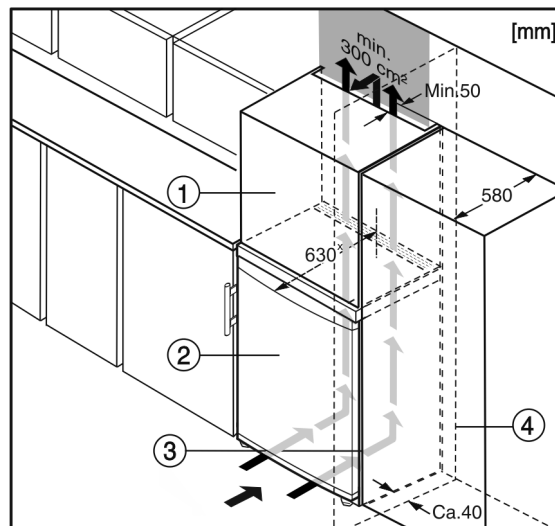

Fig. 6
- (1) Armario superior
- (2) Aparato
- (3) Armario de cocina
- (4) Pared
El aparato se puede rodear de muebles de cocina. Para adaptar el aparato Fig. 6 (2) a la altura del mueble de la cocina se puede colocar sobre el aparato un armario superior Fig. 6 (1) adecuado y acorde con el mobiliario.*
Si la cocina posee armarios (profundidad máx. 580 mm), el aparato se puede colocar directamente junto al armario de cocina Fig. 6 (3). El aparato sobresale 34 mm* por los lados y 50 mm* en el centro del aparato respecto al frente del armario de cocina.*
Si el aparato se instala con las bisagras junto a una pared Fig. 6 (4), la distancia entre el aparato y la pared debe ser de como mínimo 40 mm. Esto equivale al saliente del tirador con la puerta abierta.